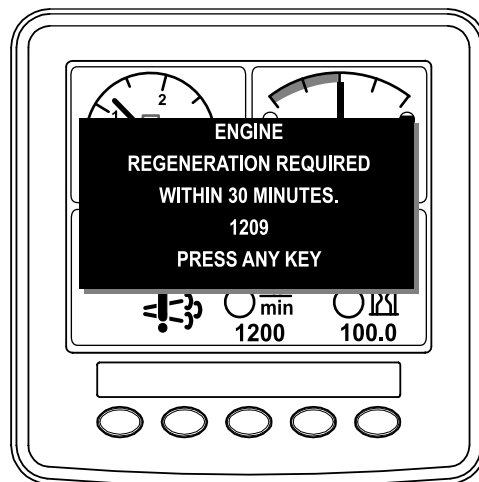

図 48
- この要求インフォセンターに表示されたアイコンを無視してマシンの使用を続けると 図 48、DPF 内部に大量のすすがたまります。